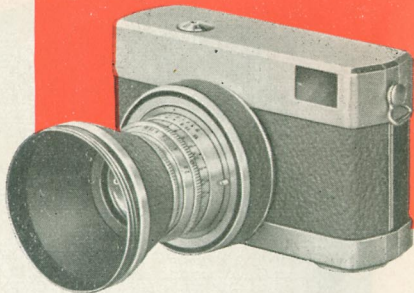

Bild 14
Sie soll möglichst bei jeder Aufnahme benutzt werden, vor allem aber bei Gegenlichtaufnahmen. Dann schraubt man sie in das Einschraubgewinde (6) des Objektivs oder bei Benutzung eines WERRA-Filters in dessen Innengewinde ein (Bild 14).